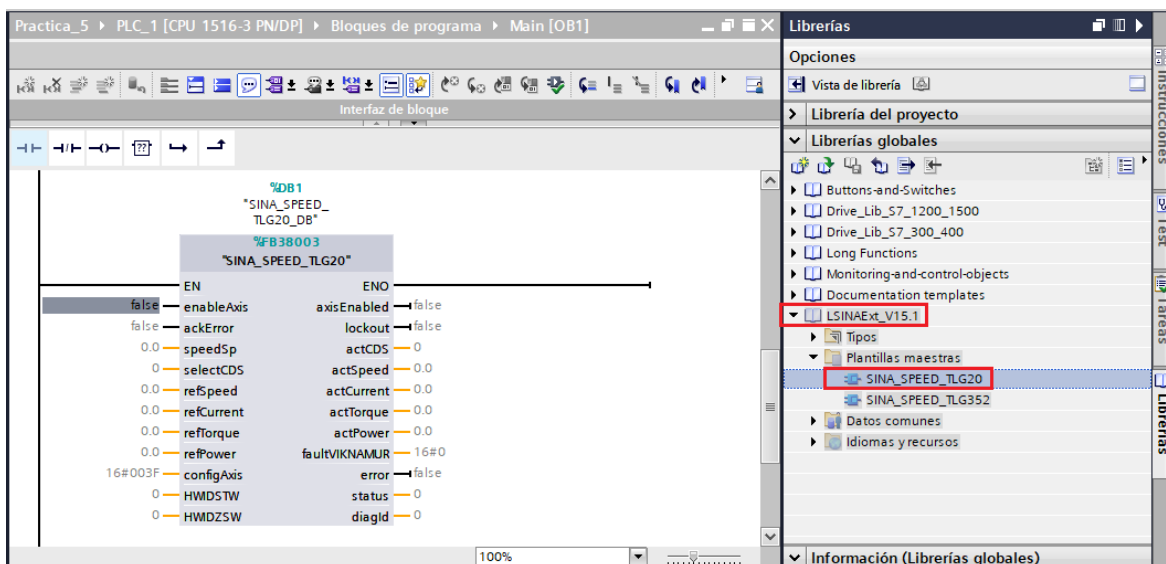

Figura 26: Agregar Telegrama 20
- Después de añadir la librería, se debe agregar la misma al segundo segmento, para ello ubicarse en “**Librerías globales**” / “**LSINAEExt_v15.1**” / “**Plantillas maestras**” / “**SINA_SPEED_TLG20**” (ver Figura 26), y se debe agregar en el segmento 2.